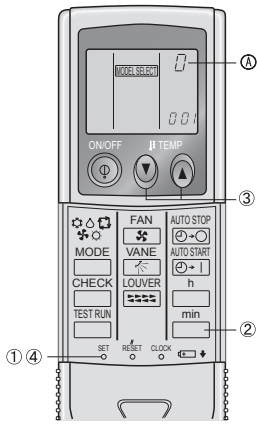

Fig. 6-7
6) การเซตหมายเลขสำหรับคู่มือรีโมทคอนโทรลแบบไร้สาย (Fig. 6-7)
- ① กดปุ่ม SET ด้วยวัสดุที่มีปลายแหลม